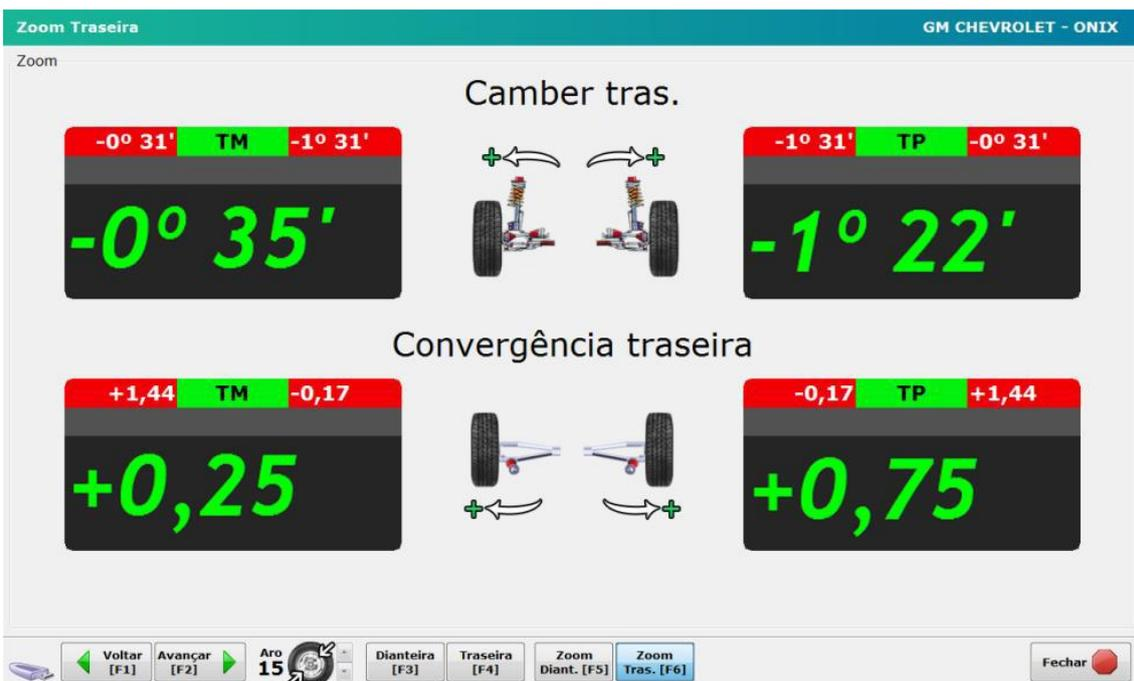

Figura 10
- ✓ [F6] Tela de ajuste, Zoom Camber + Alinhamento Traseiro (Figura 10).
Com o equipamento devidamente instalado vá até o **SOFTECK FC** e clique em Zoom Traseira [F6] (Figura 10).